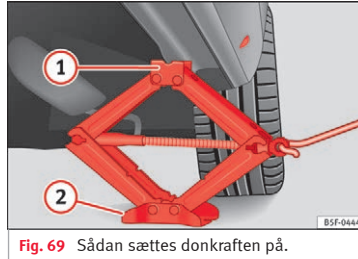

Fig. 69 Sådan sættes donkraften på.
- Drej håndsvinget til donkraften*, der er placeret under længdevangens løftepunkt, indtil tappen ① »» Fig. 69 er under den dertil beregnede indgang.
- Stil donkraften*, således at dens dorn ① får fat i kunststofkanten på panelet, og den bevægelige bundplade ② ligger plant på jorden. Bundpladen ② skal være lodret under løftepunktet ①.